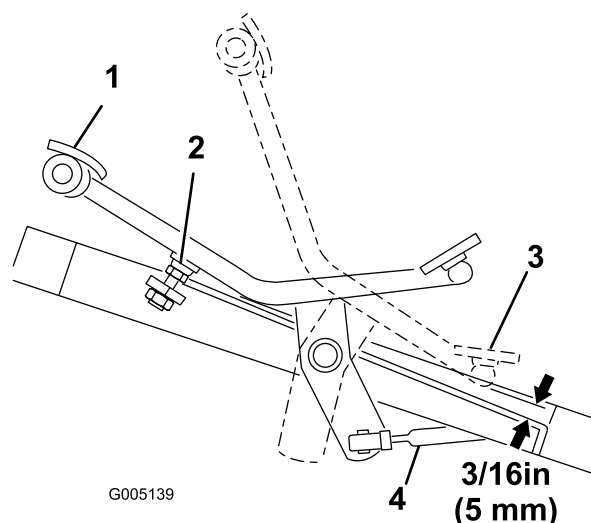

Figura 40
1. Premete completamente in avanti il pedale di comando della trazione fino a estrarre completamente la bobina della valvola della sezione N. 5. Il pedale dovrebbe contattare il fermo del pedale (Figura 40).
2. Controllate la distanza tra la base del pedale e il poggipiedi come illustrato nella Figura 40. La distanza dovrebbe essere circa 5 mm; qualora risultasse maggiore o minore di 5 mm, è necessario regolare l'asta di comando della trazione. Procedete come indicato di seguito:
- Rimuovete il controdado e il giunto a sfera che fissa l'asta di comando (Figura 40) al perno dell'albero della trazione.